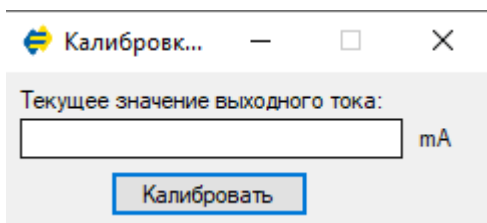

Рисунок 3 - Окно калибровки токового выхода 20мА
- внести фактическое значение тока, зафиксированное на амперметре, и нажать "калибровать" (рисунок 3).